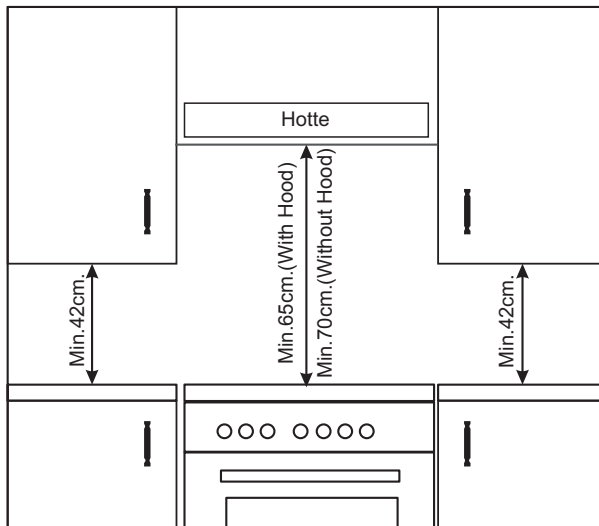

Figure 1
- d) Placez les armoires murales adjacentes à la hotte à une hauteur minimum de 42cm au-dessus des plaques, comme indiqué dans la figure 1.
- f) Si la cuisinière doit être installée en dessous d'une armoire murale, cette dernière doit être située à au moins 70cm loin de la plaque, comme indiqué dans la figure 1.
- g) La découpe de l'armoire pour la cuisinière doit respecter les dimensions indiquées dans la figure 1.